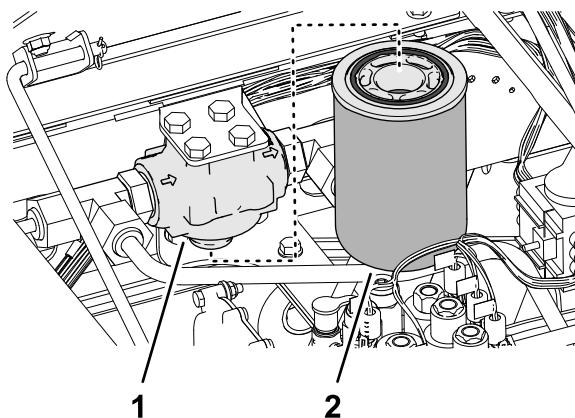

Figura 106
3. Limpie la zona alrededor del filtro de carga y la cabeza del filtro (Figura 106).